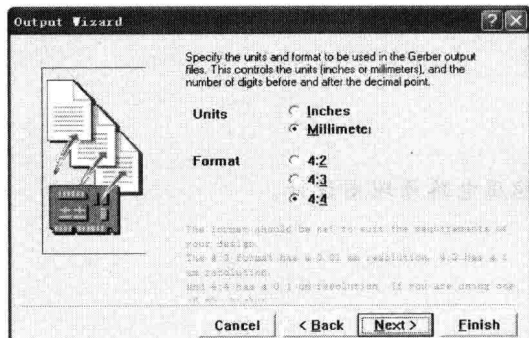

图 1-3 数字格式设置界面
③ 连续单击下一步 (Next)，到数字格式设置界面 (图 1-3)。